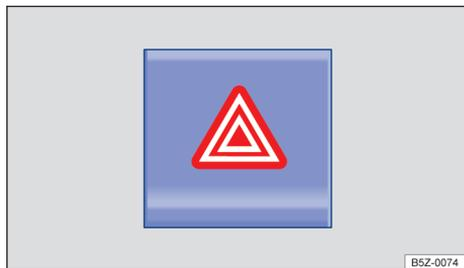

Fig. 146 En la parte superior de la consola central: interruptor de encender y apagar las luces de advertencia.
2. Conectar las luces de advertencia con el interruptor ⏏️ → fig. 146.
Las luces de advertencia también pueden desconectarse al presionar el interruptor **⚠** en el panel de instrumentos → fig. 146.